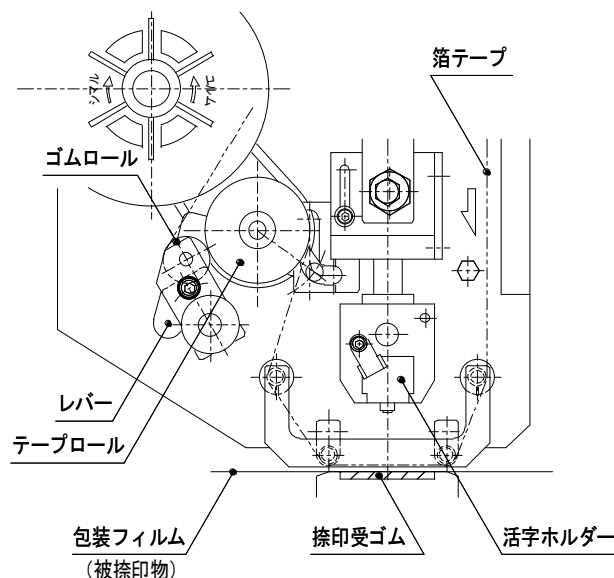

図2 動作概要図
- 包装フィルム（被捺印物）等を図2の様に捺印受ゴムと箔テープの間を通過する様にセットします。